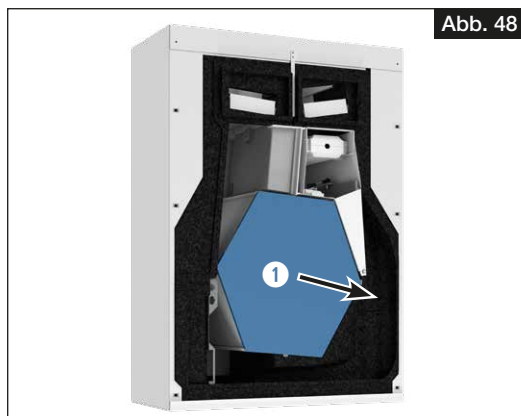

Abb. 48
3. Wärmetauscher **1** vorsichtig aus dem Gerät ziehen (s. Abb. 48).